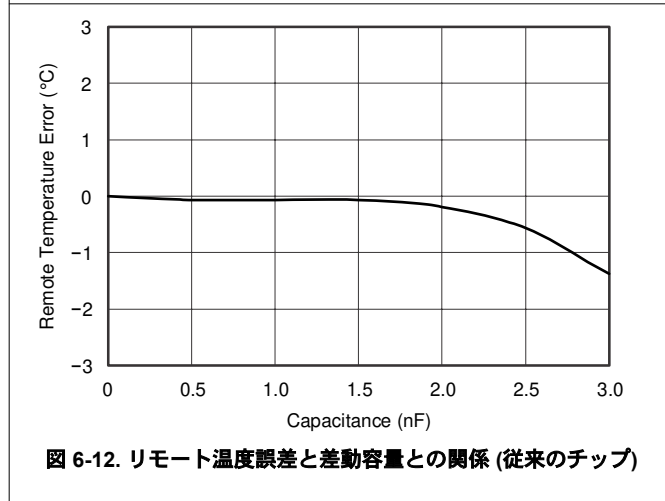
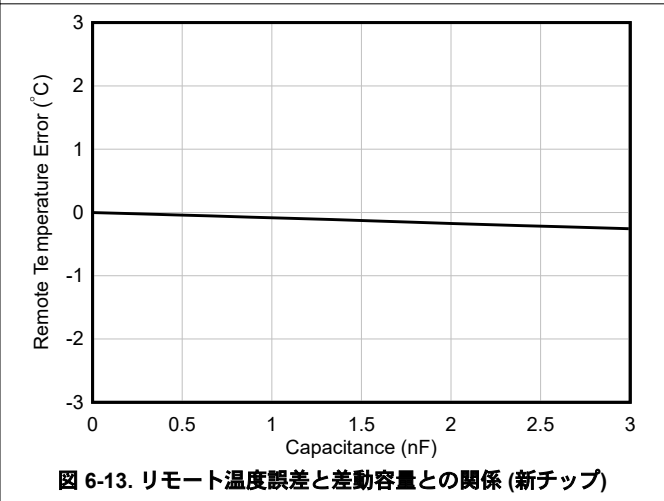
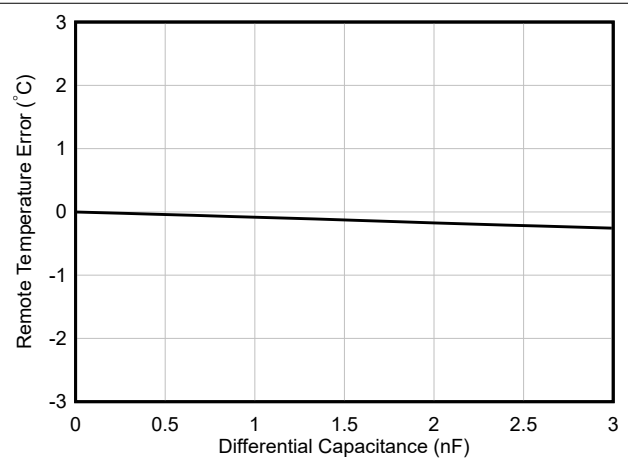

図 6-12. リモート温度誤差と差動容量との関係 (従来のチップ)
図 6-13. リモート温度誤差と差動容量との関係 (新チップ)
図 6-27. リモート温度誤差と差動容量との関係
- ほとんどのアプリケーションでは、 $C_{DIFF}$  (オプション) は  $<1000\text{pF}$  でなければなりません。 $C_{DIFF}$  の選択は、アプリケーションによって異なります。フィルタリングセクションと図 6-12 (新しいチップは図 6-13) と図 6-27 を参照してください。
TMP411/TMP411D は、温度誤差の変化を最小限に抑えながら、最大  $1000\text{pF}$  の差動入力容量を許容できます。容量が検出されたリモート温度誤差に与える影響を、図 6-12 (新しいチップは図 6-13) および図 6-27 に示します。